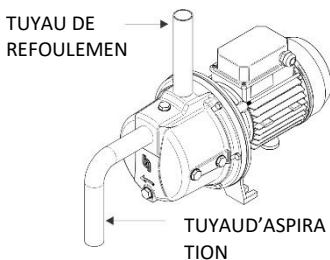

Fig.1
- Le tuyau d'aspiration (Fig. 1) doit être d'un diamètre égal ou supérieur à l'orifice d'aspiration de la pompe, et maintenir une pente ascendante d'au moins 2% pour permettre une bonne purge de la tuyauterie.
- Le tuyau de refoulement (Fig. 1) doit avoir un diamètre égal ou supérieur à celui de l'orifice de refoulement de la pompe.